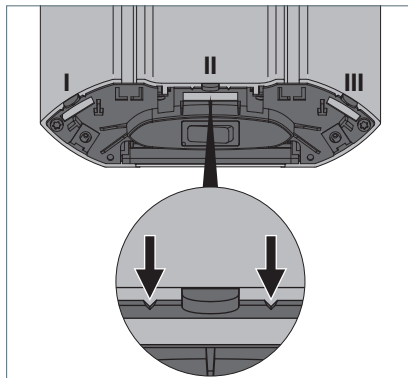

Fig. 1: Kabeldurchführung vorbereiten.
- ▶ Entfernen Sie die Abdeckung der Kabeldurchführung an den Einkerbungen mit einer Zange an der Position I, II oder III, wo Sie die Anschlussleitung der Leuchte herausführen möchten, siehe Fig. 1.